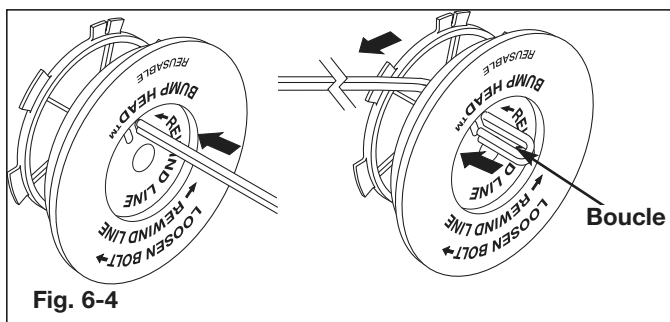

Fig. 6-4
6. Découpez environ 9,1 m (30 pi) de fil neuf et faites-en deux boucles de longueurs égales. Insérez chaque extrémité de fil dans l'un des deux trous du moulinet (Fig. 6-4). Tirez le fil à travers le moulinet pour que la boucle soit le plus petit possible.